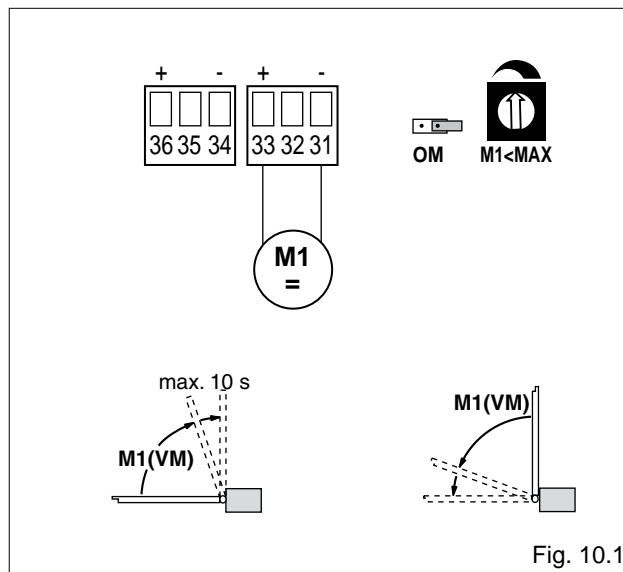

Fig. 10.1
- (Fig. 10.1) Utilisation sans fin de course